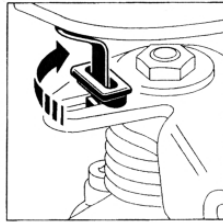

FIGURE 1
- À l'aide d'un tournevis, extraire l'insert plastique de son logement dans le levier de charge (3). (figure 1)